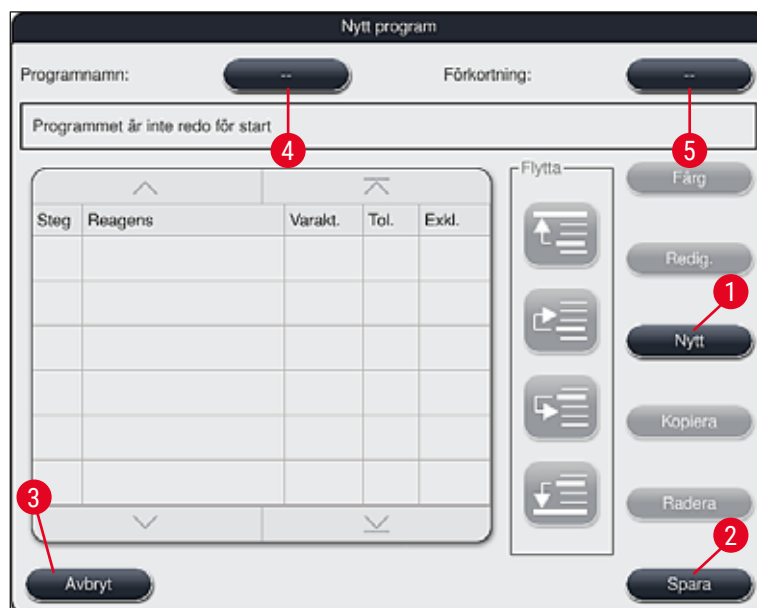

Bild 46
- Ett fönster för ett nytt program öppnas (→ "Bild 46").
- Ett inmatningsfönster öppnas (→ "Bild 46") där du kan skapa det nya programmet.